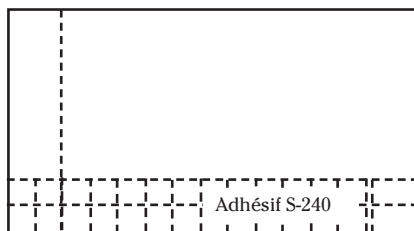

Fig. 5
2. Déplacez les lignes tracées à la craie vers un coin ou l'extrémité de la pièce, le plus loin possible du seuil de porte. Ces lignes devraient se trouver à 61 à 91 cm (2 à 3 pi) du mur, selon votre portée (fig. 5).